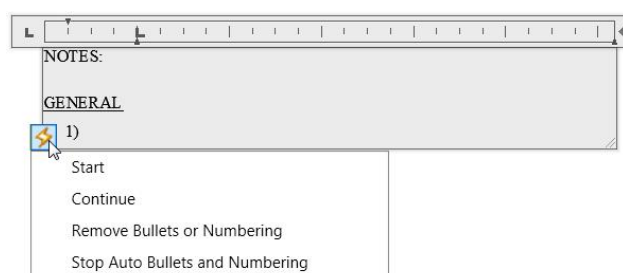

Рис. 6 Новые инструменты редактора мультитекста
2. Новые возможности мультитекста – с помощью полноценного текстового редактора MText наносить текст на чертеж стало легче: появилась возможность менять размер окна редактора как в Windows, автоматическая нумерация списков, автоматическое определение дробей, смена регистра, выравнивание текстовых блоков и проч. (Рис. 6)